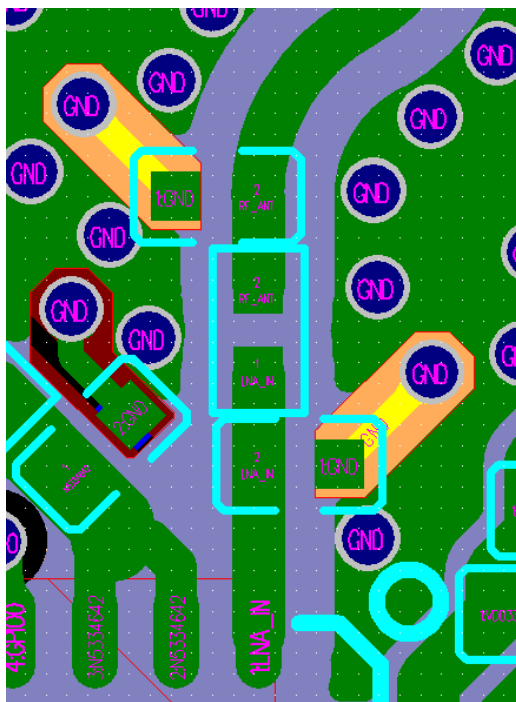

图 19: ESP32C3 系列芯片四层板射频短截线设计
- $\pi$  型匹配网络请按照 Z 字型摆放。如果采用的是 0201 封装，其中的两颗并联电容与接地之间请增加短截线，可有效抑制二次谐波。短截线的长度建议为 15 mil，宽度根据 PCB 叠层结构进行确定，确保短截线的特征阻抗为  $100\ \Omega \pm 10\%$ 。此外，短截线地孔与第三层相连，一、二层做 keep-out 隔离。如果 PCB 空间受限，可以只在靠近芯片的并联电容处增加短截线。图 19 中的高亮走线即为短截线。